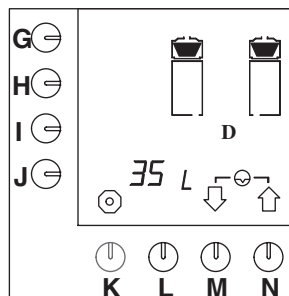

Abb. 54 Zurückstellen des Tageszählwerks für das Kaffeebrühsystem auf Null
- Drücken Sie auf die Wahl taste (M.)↓, bis Abb.54 im Display erscheint.